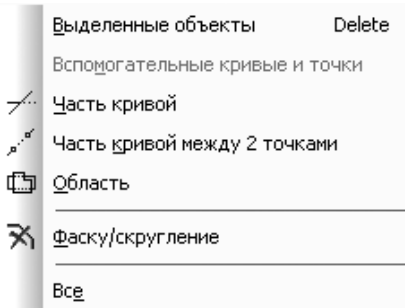

Рис. 2.4. Всплывающее меню пункта **Удалить** выпадающего меню пункта **Редактор** главного меню
- **Удалить** вызывает всплывающее меню, показанное на рис. 2.4.